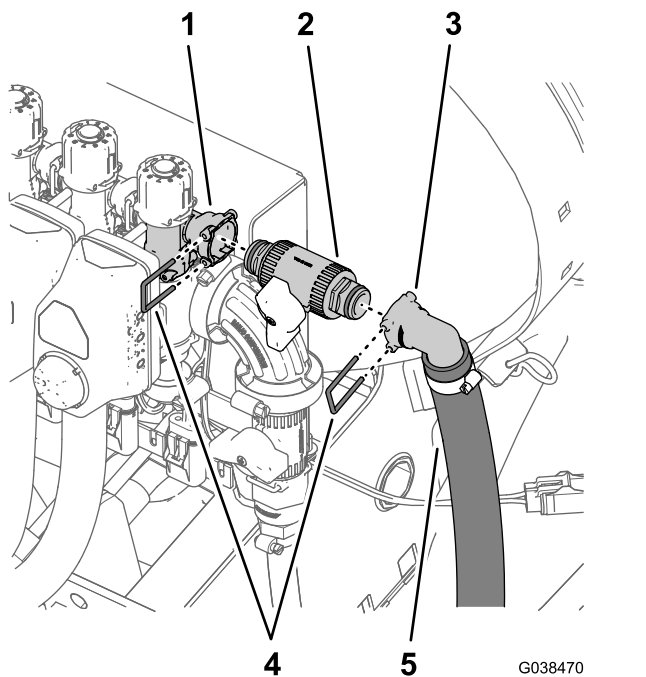

Figura 99
- Conecte la válvula de cierre del desvío al acoplamiento rápido hembra del distribuidor de desvío (Figura 99) con la horquilla de retención pequeña que retiró en el
Nota: Asegúrese de que la palanca de la válvula de cierre del desvío está alineada según se muestra en Figura 99.
2. Conecte el acoplamiento dentado de 90° de la manguera de desvío de sección (2,5 cm x 146 cm) al acoplamiento rápido de la válvula de cierre del desvío con la horquilla de retención (pequeña) suministrada con la manguera de desvío de sección (Figura 99).